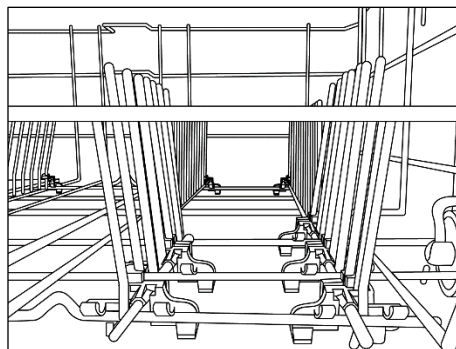
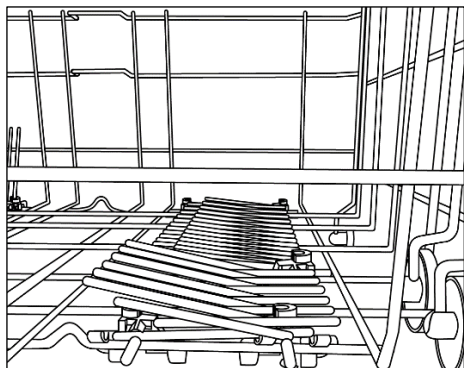

Fig. 2
Fig. 3
- El lavavajillas está dotado de un tubo para la toma de agua que acaba en un codo de 3/4" (fig. 2).
• BLOQUEO DE AGUA (fig. 3)
2. Seguidamente, suéltela para que se asiente en su posición correcta (fig. 2).
NOTA: NUNCA ELEVE NI BAJE LA CESTA SUJETÁNDOLA SOLO DE UN LADO (fig. 3).
En la cesta inferior pueden incluirse rejillas plegables (fig.2 y fig.3) para optimizar la estabilidad de los platos. Las rejillas se pueden subir o bajar para adaptarse a tamaños y/o formas no estándar y ofrecer la máxima flexibilidad.
- El contenedor central puede ser extraído para facilitar las operaciones de limpieza (fig. 2).
- Extraer la placa (fig. 3) y lavarlo bajo un chorro de agua ayudándose eventualmente con un cepillo.